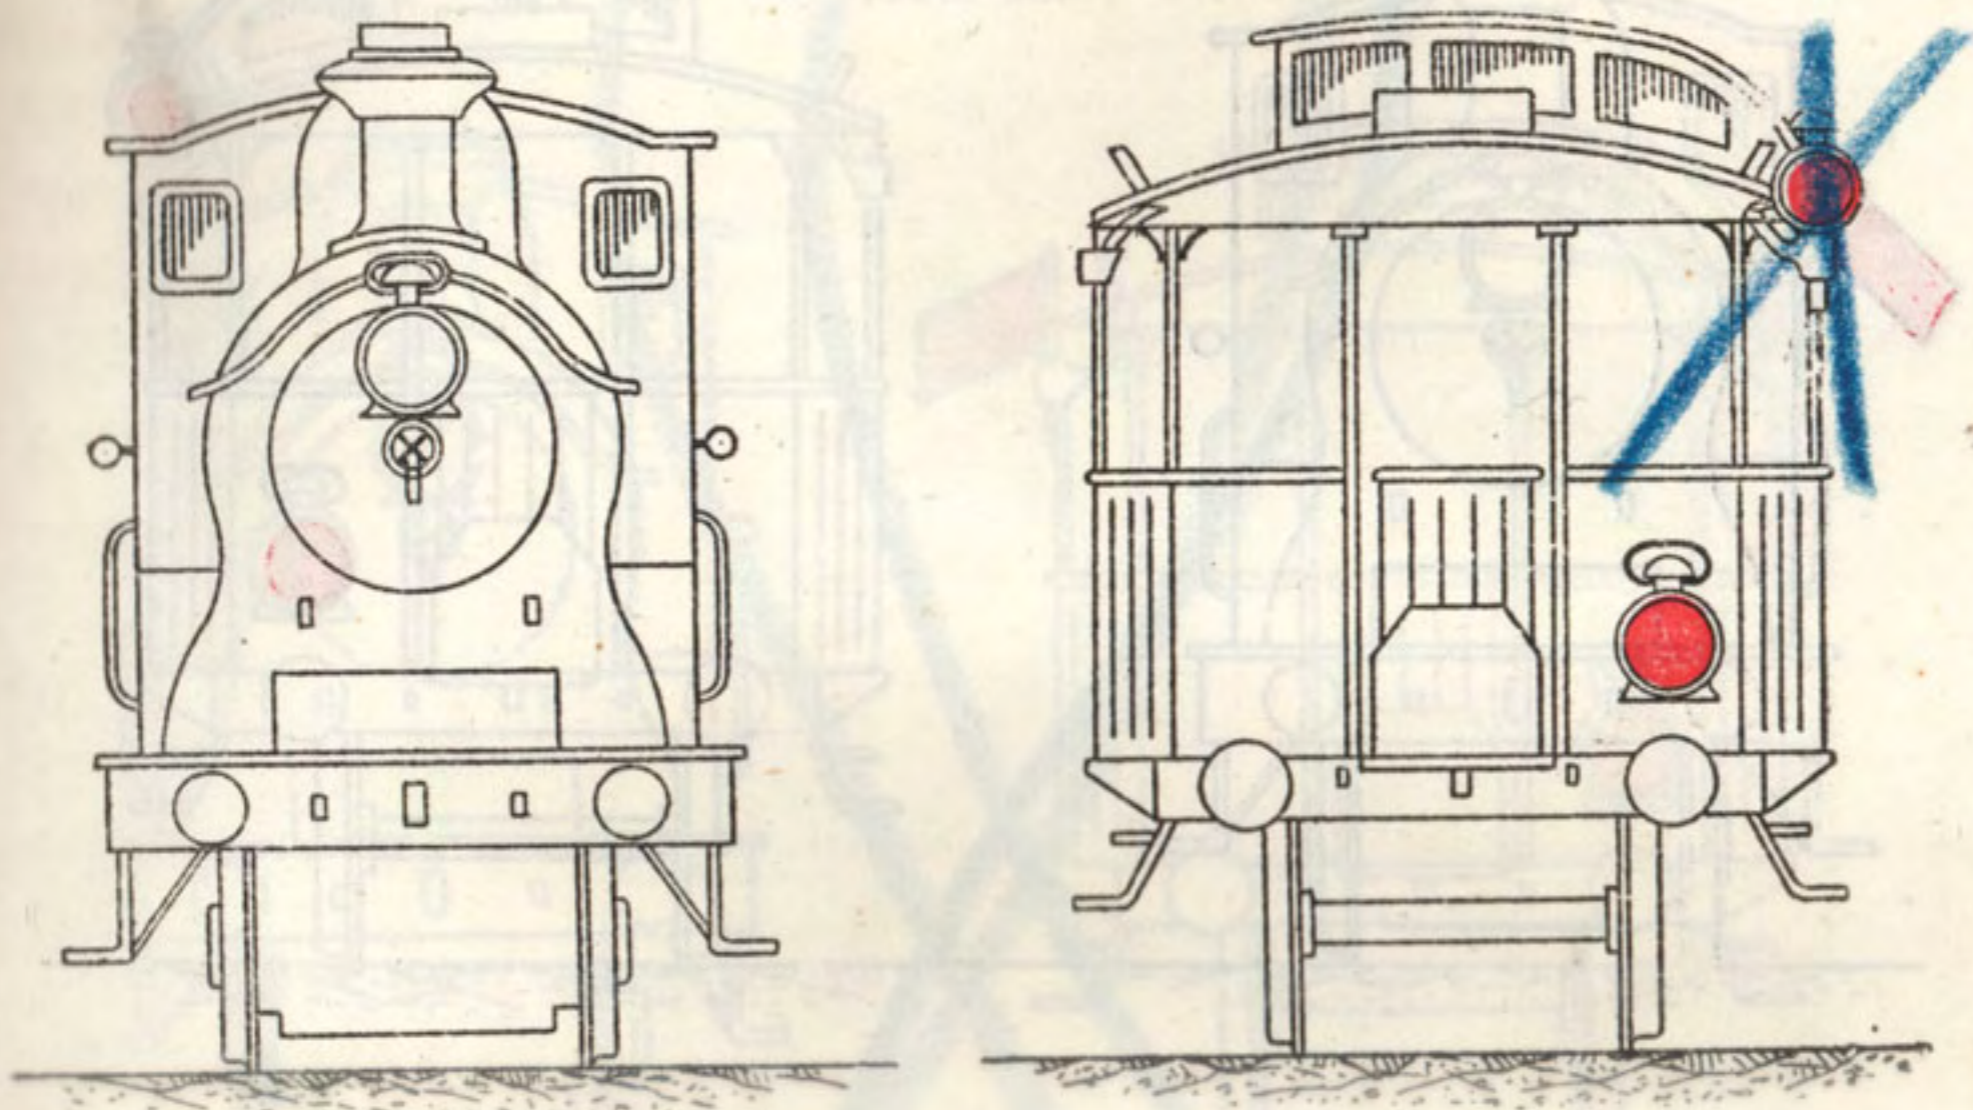

Fig. 1 : Jour.
Pendant le **jour**, **aucun** signal (fig. 1, pl. 1) ;
**A droite de l'impériale**, une **lanterne de sûreté** (fig. 1, pl. 1) ;